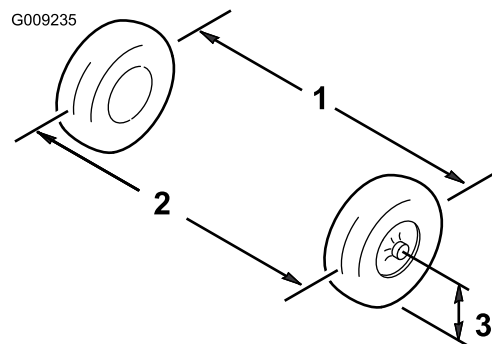

Рисунок 12
1. Измерьте расстояние между обеими передними шинами на уровне моста, с передней и задней стороны передних шин (Рисунок 12).